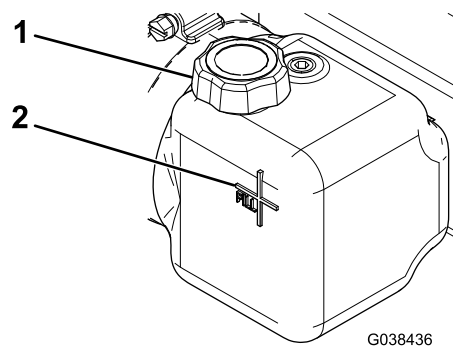

Figure 24
- Vérifiez que le niveau de liquide atteint la ligne de repère sur le côté du réservoir (Figure 24). Si ce n'est pas le cas, faites l'appoint de liquide hydraulique; voir Appoint de liquide hydraulique (page 13).